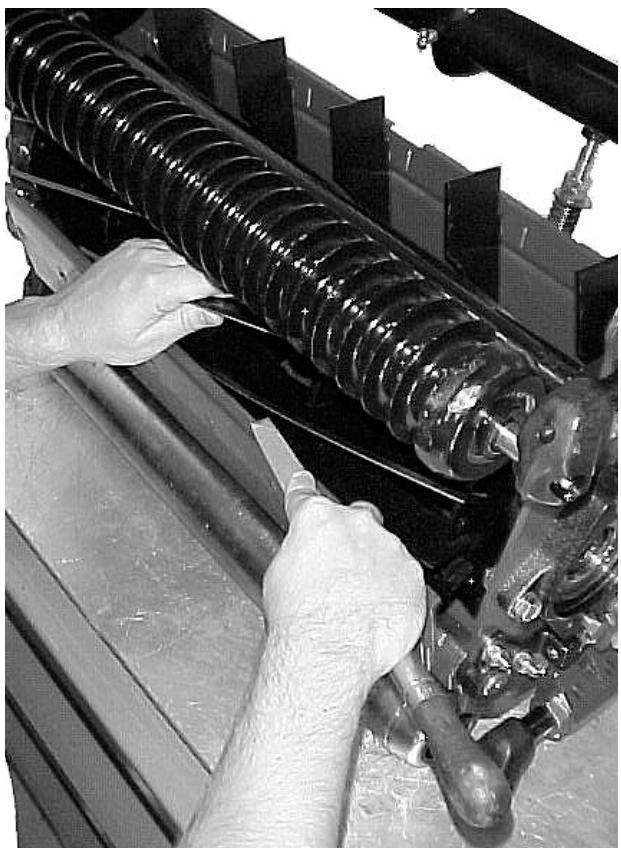

図 72
8. 長柄のブラシ（P/N29-9100）で、ラッピングコンパウンドを塗布しながら作業する（図72）。柄の短いブラシは厳禁。